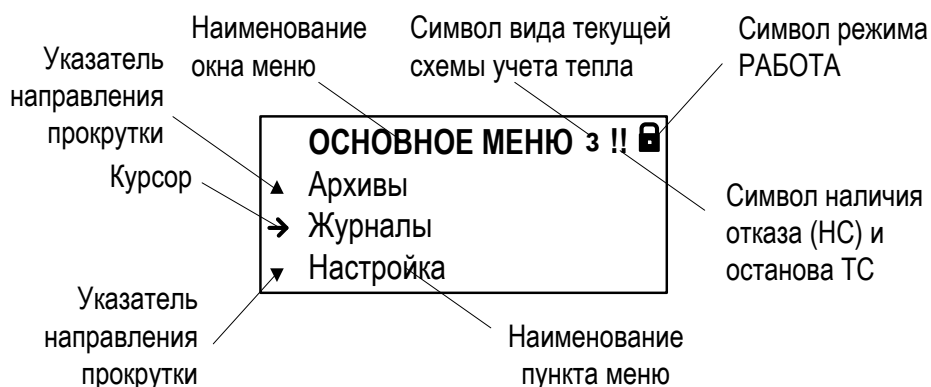
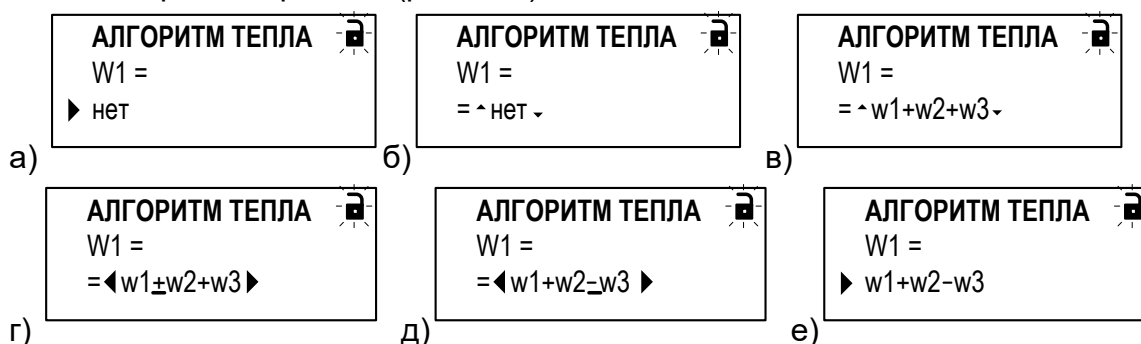

Рис.4. Вид окна индикации тепловычислителя.
Рис.10. Вид окна индикации при вводе расчетной формулы, расположенной в отдельной строке от обозначения параметра.
Возможный вид окна индикации показан на рис.4.
В верхнем правом углу окна индикации (рис.4) могут отображаться следующие информационные символы:
ПРИМЕЧАНИЕ. При редактировании знака (сложения или вычитания) в расчетных формулах тепла (рис.10) и массы (окна индикации **АЛГОРИТМ ТЕПЛА** и **АЛГОРИТМ МАССЫ**) мерцание курсора — отсутствует.
▲ и ▼	– при возможности прокрутки многострочных меню вверх и вниз соответственно (рис.4). Не отображаются в окнах индикации АЛГОРИТМ ТЕПЛА (рис.10) и АЛГОРИТМ МАССЫ ;
6.2.6.1. В соответствующем меню кнопками ,  выбрать текущую расчетную формулу, установив курсор  в начале строки с этой формулой либо значением **нет** (рис.10.а), и нажать кнопку . При этом строка заключается в указатели \triangleleft , \triangleright , а в начале строки (перед указателем \triangleleft) начинается индикация символа = (рис.10.б).
6.2.6.2. Кнопками ,  выбрать из списка формулу с требуемым набором операндов (рис.10.в).
- при отображении указателей \triangleleft , \triangleright нажать кнопку . При этом индикация указателей \triangleleft , \triangleright сменится индикацией угловых скобок \triangleleft , \triangleright , а под первым знаком «плюс» в формуле начнется индикация курсора — (рис.10.г);
- кнопками ,  установить курсор — под редактируемым знаком «плюс» и нажать кнопку  или . Знак «плюс» будет заменен на знак «минус» (рис.10.д).